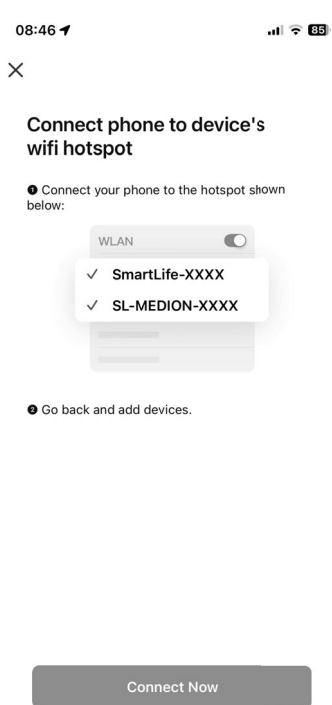

fig. 5
- ▶ Selezionare la rete WLAN desiderata nell'applicazione e inserire i dati di accesso (**vedere fig. 5**).